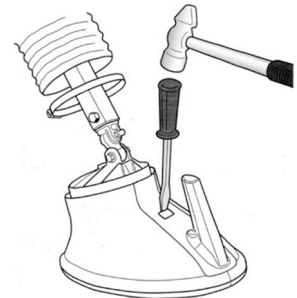

Fig.2
2. マイナスドライバーとハンマーを使用して、フード上部に穴を開けてください。(Fig.2)